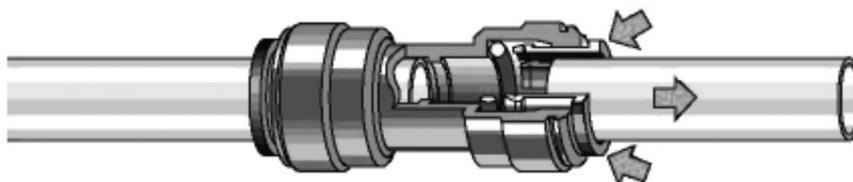

Abb. 2: Öffnen von Standard JG-Verbindern
- Drücken Sie direkt am Filteranschlussstutzen den dunkelgrauen Ring in Richtung des hellgrauen Winkelstücks. Gleichzeitig ziehen Sie das komplette Winkelstück vom Filter ab (siehe Abb. 2).
- Entfernen Sie den Sicherungsclip (Farbe blau oder rot). Drücken Sie mit dem Fingernagel den inneren Ring, in dem der Schlauch steckt, in den Adapter hinein. So wird der Schlauch gelöst. Ziehen Sie gleichzeitig den Schlauch oder das T-Stück aus dem Adapter heraus (s. Abb. 2).